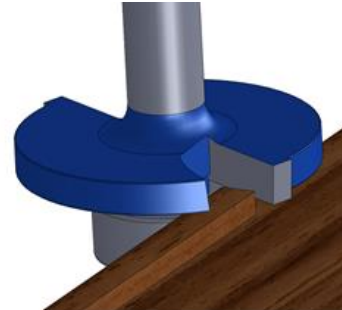

Fig. 15
- Max. Dicke: 2mm und Max. Höhe 6mm (Fig. 15)